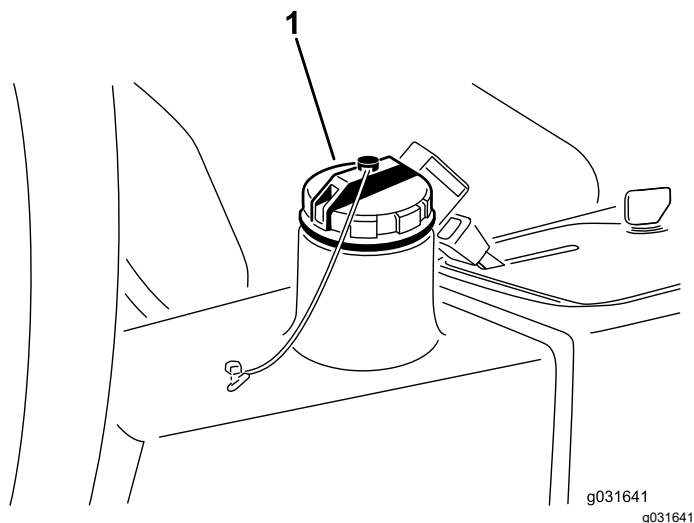

Figura 66
4. Llene el depósito (Figura 66) con aproximadamente 13,2 litros de aceite hidráulico; consulte Comprobación del sistema hidráulico (página 56).